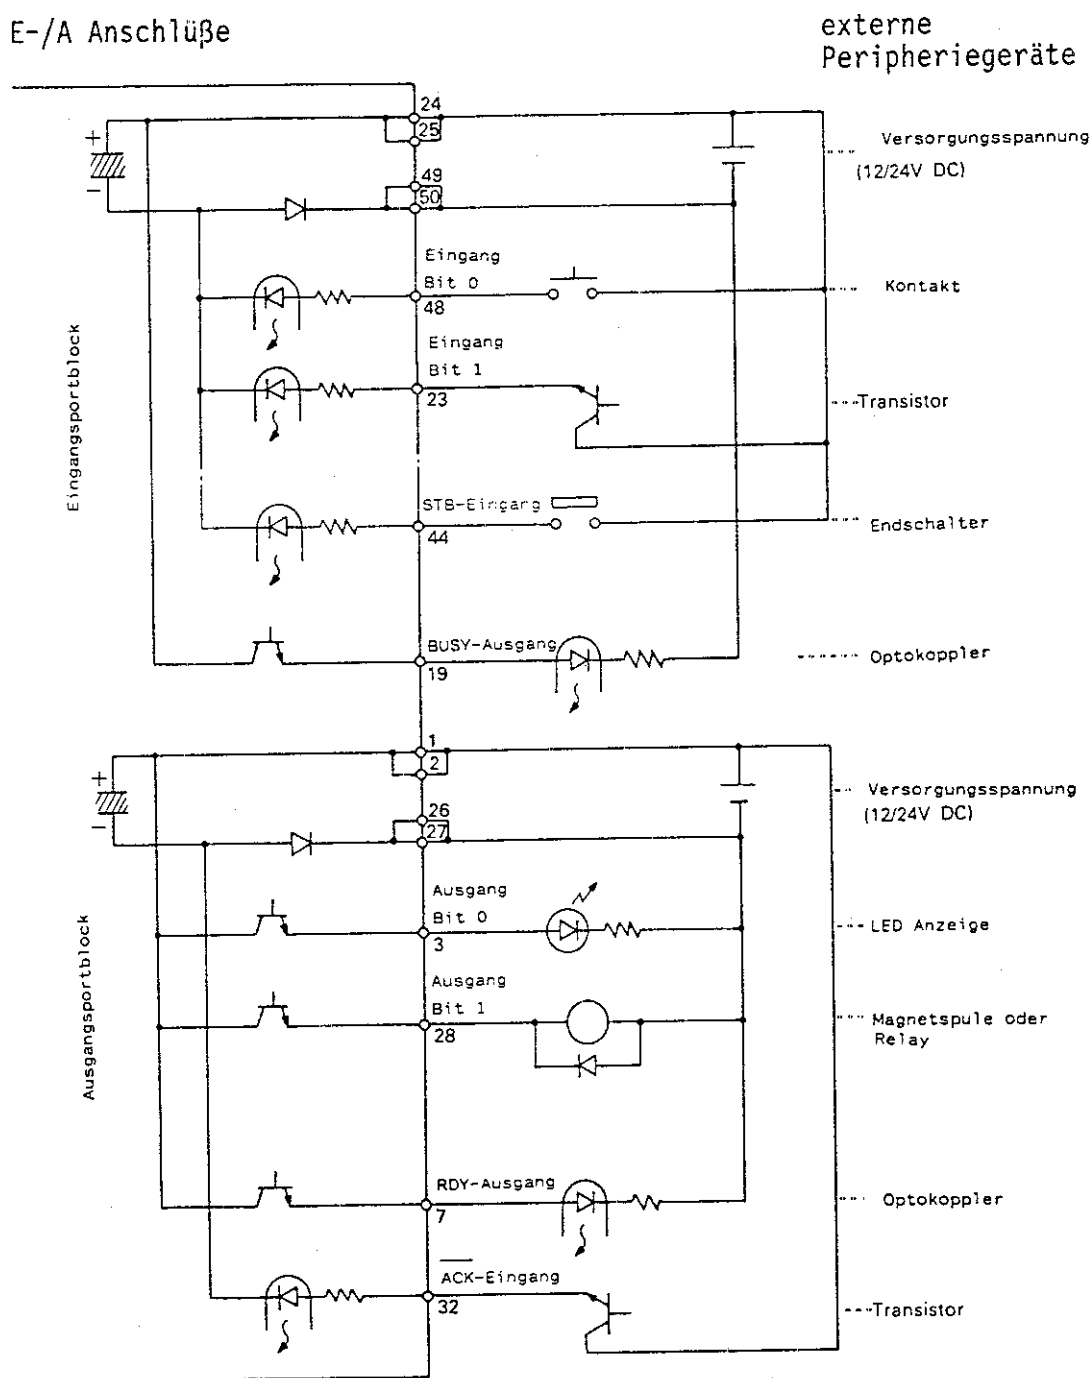

Abbildung 5.3.2 Charakteristische E-/A Anschlüsse
- (1) Prüfen Sie, ob die externe Spannungsversorgung innerhalb des zulässigen Bereichs liegt.
- (2) Soll eine Spule eines Relais oder eines Magnetventils eingeschaltet werden, muß parallel der Last eine Entstördiode angeschlossen sein. (Beachten Sie die richtige Polung der Dioden, s. Abbildung 5.3.2.)
- (3) Wenn eine LED benutzt wird, muß ein Schutzwiderstand in Serie geschaltet sein.
- (4) Besondere Vorsicht ist bei Verwendung von Glühlampen geboten. Da der Einschaltstrom bis zu 10 mal größer ist als der Betriebsstrom, sollte wie unten dargestellt ein Widerstand in Reihe zur Lampe geschaltet werden, der ca. 20% des Betriebsstromes fließen läßt.